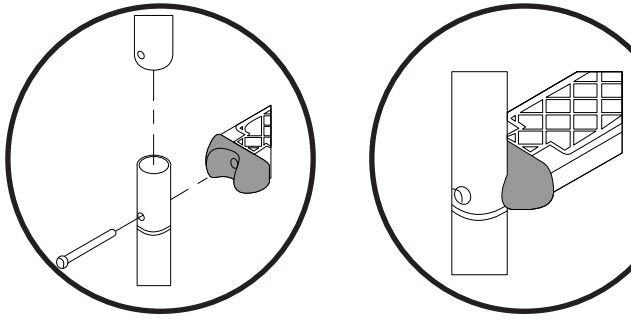

Fig. 19/Abb. 19/Afb. 19
FR A.- Assembler les rampes supérieure (1) et inférieure (10) en les introduisant l'une dans l'autre et les fixer aux marches (9) et celles-ci à l'aide des vis (11), des écrous (8) et des rondelles (7) correspondantes. (Fig.19)
B.- Monter les butées (12) de la rampe, pour éviter que l'escalier puisse abîmer la piscine.